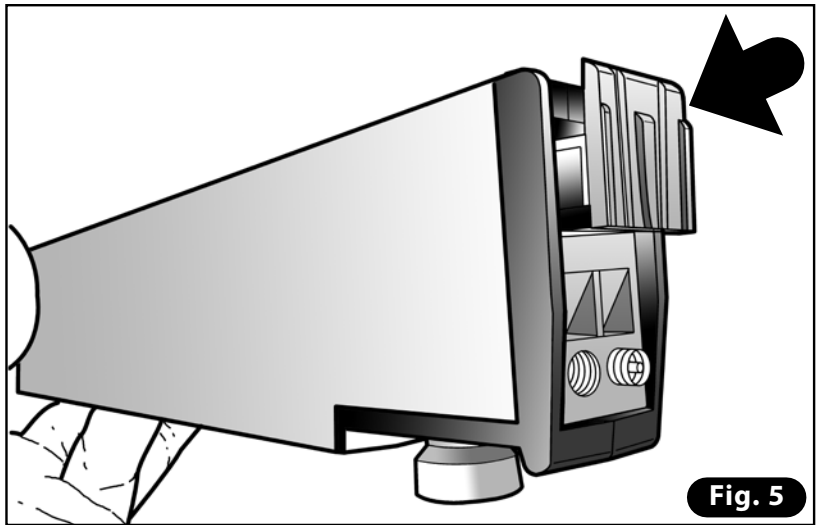

Fig. 5
- 5) Extraiga la resistencia vieja y mantenga los dos compresores de latón y sus resortes en sus correspondientes asientos (Fig. 5).